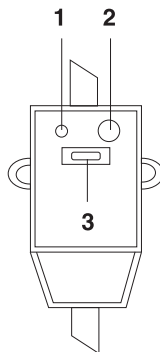

Рис. 6
| Индикация на дисплее отсутствует  | Сработала защита УЗО.  | Протестируйте УЗО, нажав кнопку «test». В случае, если УЗО прошло тестирование, нажмите на кнопку (3) перезапуска. В случае, если тестирование не проходит, свяжитесь со специалистами по техническому обслуживанию для осуществления ремонта (см. рис. 6). |